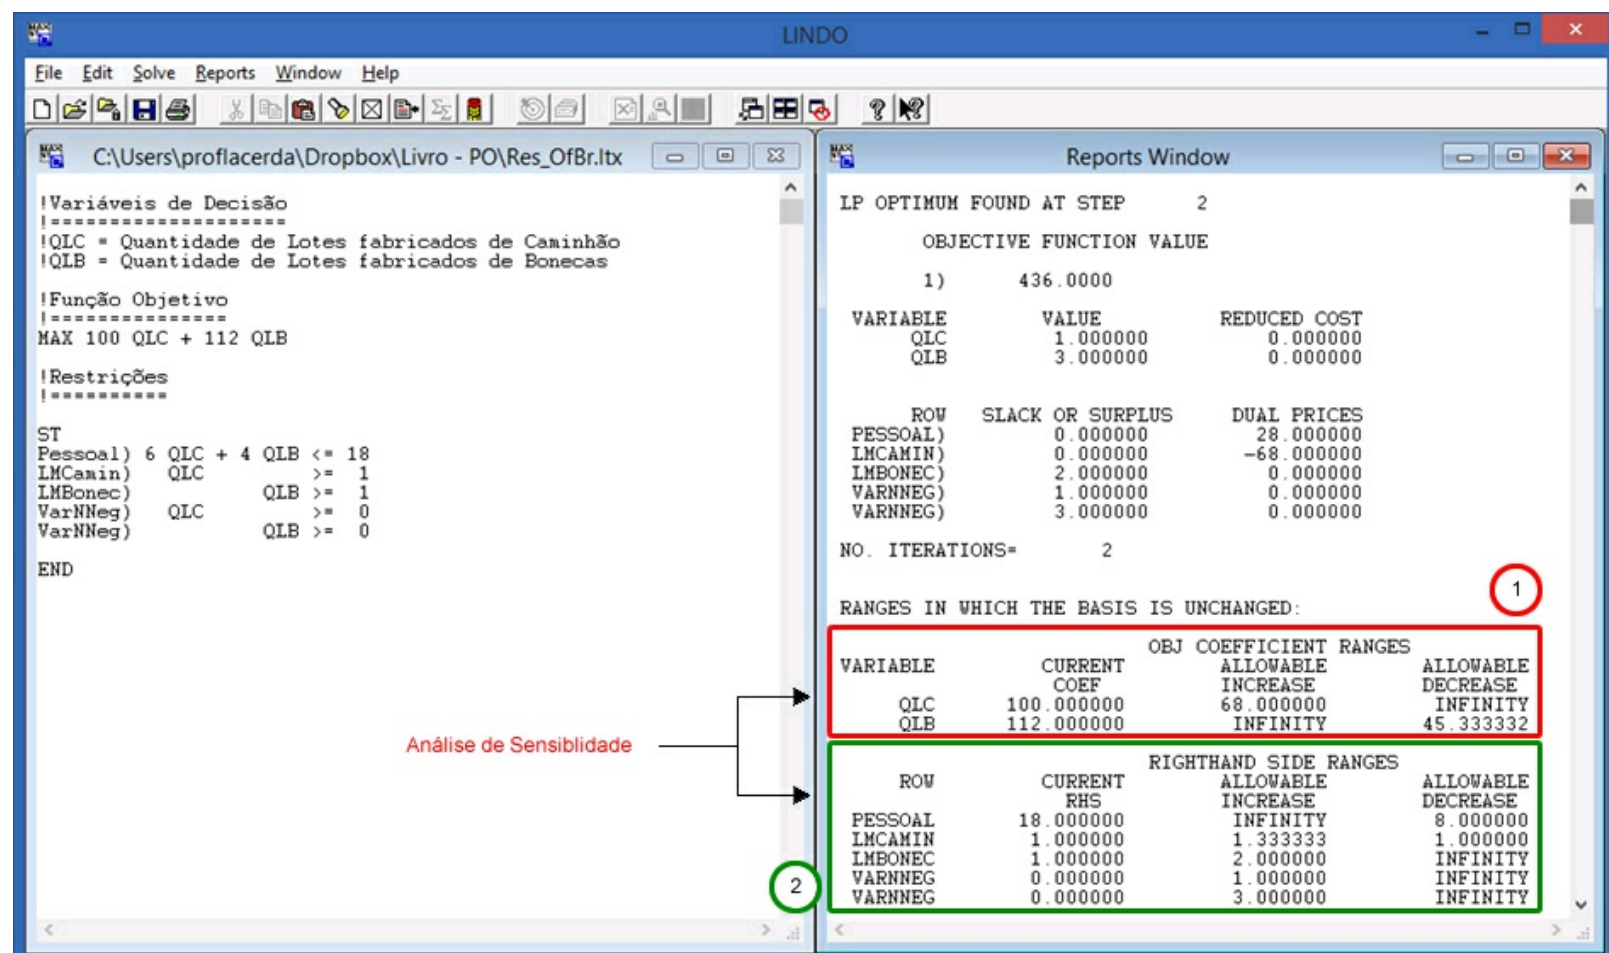

Figura 25 – Cenário B: Componentes da análise de sensibilidade do modelo.
Para obter a análise de sensibilidade no Lindo basta clicar na opção Sim da Figura 18, como já vimos anteriormente. Ao selecionar essa opção você verá que o relatório de solução do modelo irá adicionar algumas informações no relatório analisado na seção anterior. Os principais componentes da análise de sensibilidade são: i) as faixas dos coeficientes das variáveis da Função Objetivo (item 1 da Figura 25); e; ii) as faixas das constantes das inequações do sistema de restrições (item 2 da Figura 2).